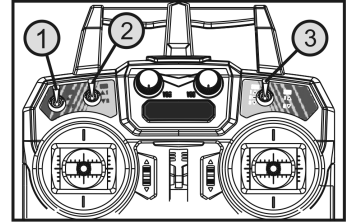

Figure 13
Avant le premier décollage de votre modèle réduit, contrôlez les positions des trois interrupteurs à bascule « IOC » (1), « GO-HOME » (2) et « GPS » (3). Les interrupteurs doivent se trouver en position avant ou haute conformément au dessin sur la figure 13.